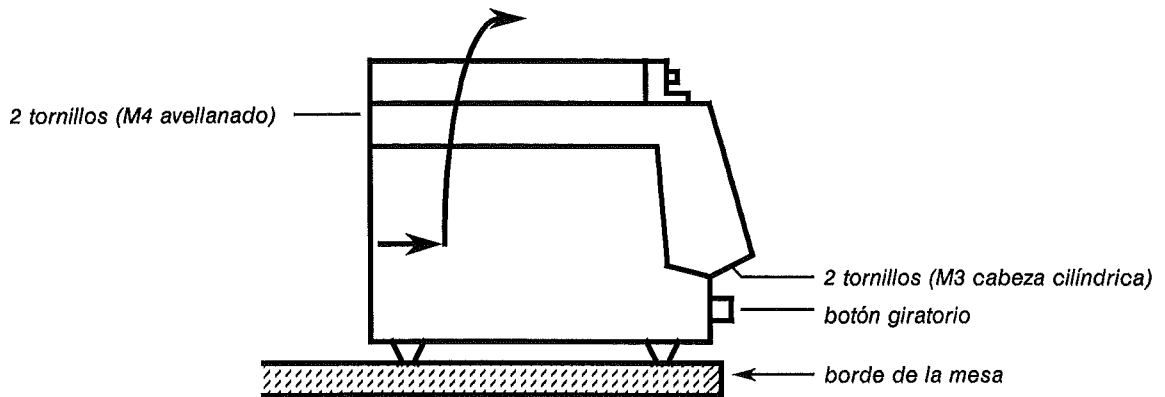

Fig. 4-6
- Coloque el aparato sobre el canto de la mesa de forma que se puedan quitar los tornillos M3 (Fig. 4-6)